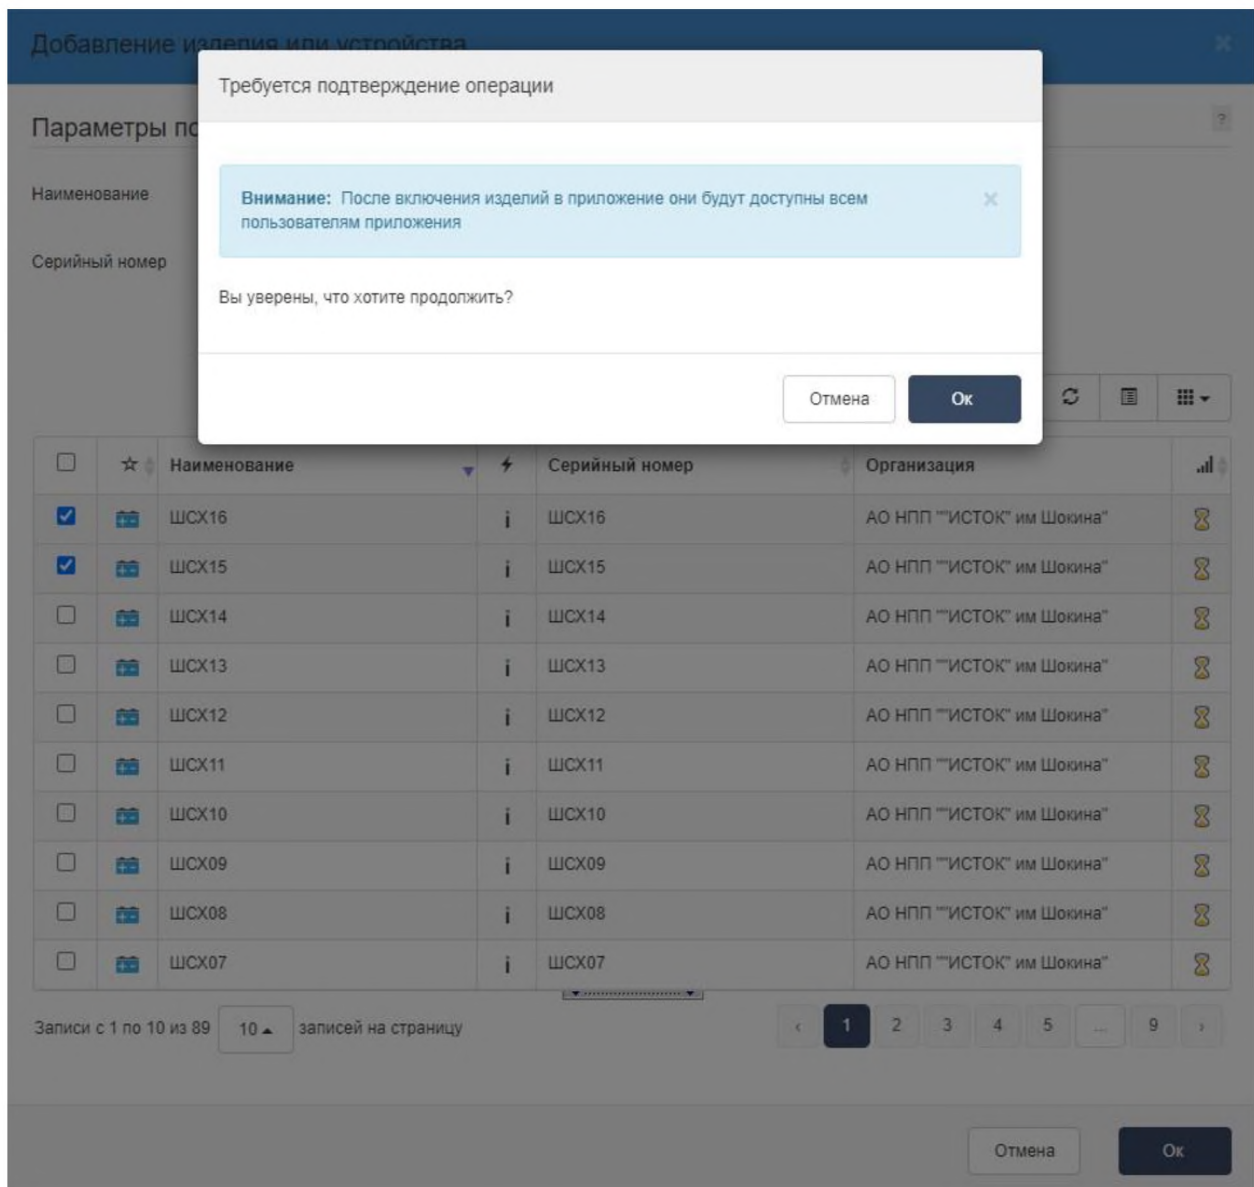

Рисунок 83 – Подтверждение операции
5) В окне подтверждения нажмите **ОК** (рис. 83).